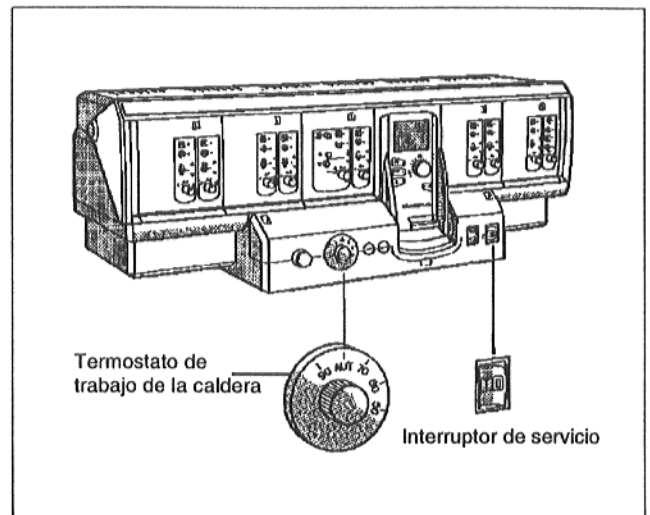

Fig. 2 Equipo de regulación Logamatic HS 431x
- Coloque el interruptor de servicio (Fig. 2) en la posición I (CON).
- Ajuste el termostato de trabajo de la caldera (Fig. 2) a AUT ó 80 °C. En caso de regulación constante, ajuste la temperatura deseada (mín. 50 °C).
- Coloque el interruptor de servicio (Fig. 2) en la posición 0 (DES).